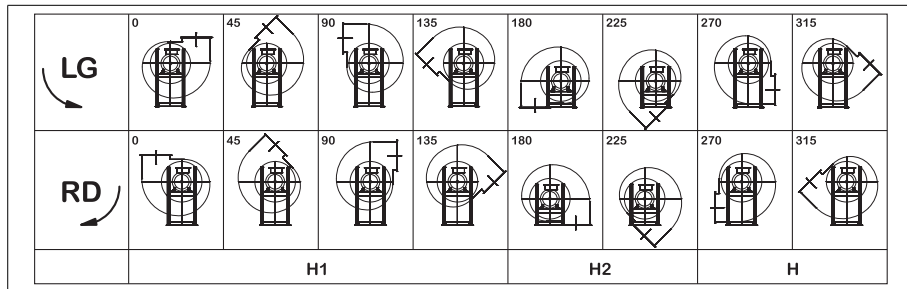

FIG. 13 (Orientamento)
5.2.1- Controlli prima del montaggio (TAB. 8 e FIG. 13)
3	Per i modelli forniti montati verificare il corretto orientamento della cassa (0°, 45°, 90°...) ed il corretto senso di rotazione della girante (LG = antiorario o RD = orario) eventualmente identificato da un'etichetta adesiva (freccia - v. FIG. 33) applicata esternamente. N.B. Il corretto orientamento della cassa va verificato nella "tabella orientamenti" riportata nei relativi "cataloghi cartacei" (v. esempio FIG. 13). L'individuazione del senso di rotazione della girante va verificato guardando la stessa dalla parte del motore elettrico.
8	Assicurarsi che la quota H o H1 o H2 sia quella richiesta (v. FIG. 16 - Rif. H - H1 - H2 e nella tabella "orientamento" nei "cataloghi cartacei" alla pagina "Dimensioni d'ingombro e pesi" o nel sito - v. esempio FIG. 13).
Nei ventilatori di grandi dimensioni la sedia è direttamente saldata alla cassa mentre in quelli di medie / piccole dimensioni la cassa (FIG. 21 - Rif. 3) deve essere fissata alla sedia (FIG. 21 - Rif. 4) mediante bulloni. È obbligatorio che la cassa venga fissata correttamente alla sedia secondo l'orientamento richiesto all'ordine (FIG. 13).